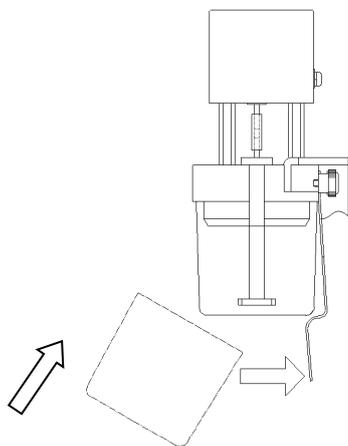

図 4 電極部への専用ポリビーカーのセット
- ① **RANGE** キーを押し、**△**または、**▽**キーで RG1 を選択し、**ENTER** キーを押して RG1 を決定します。
- ② 電解液 10mL、純水 10mL を専用ポリビーカーに取ります。
- ③ 専用ポリビーカーを電極部にセットします (図 4 を参照)。
- ① **RANGE** キーを押し、**△**または、**▽**キーでRG1を選択し、**ENTER** キーを押してRG1を決定します。
- ② 電解液 10mL、サンプル 10mL を専用ポリビーカーに取ります。
- ③ 専用ポリビーカーを電極部へセットします(図4を参照)。
- ④ **MEASURE** キーを押します。スターラが回転しサンプル測定が始まります。
- ⑤ ブザー音が鳴り測定が終了し、測定値が表示されます。
- ① **RANGE** キーを押し、**△**または、**▽**キーでRG2を選択し、**ENTER** キーを押してRG2を決定します。
- ② 電解液 10mL、純水 10mL、サンプル 1mL を正確に専用ポリビーカーに取ります。
- ① **RANGE** キーを押し、**△**または、**▽**キーでRG3を選択し、**ENTER** キーを押してRG3を決定します。
- ② 電解液 10mL、純水 10mL、サンプル 0.1mL を正確に専用ポリビーカーに取ります。